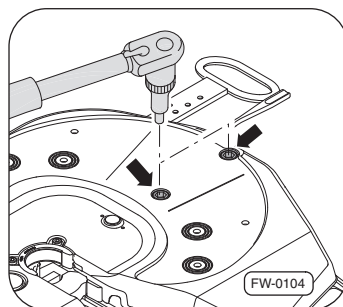

Рис. 24 · Демонтаж пластины седельно-сцепного устройства с крепления опорного подшипника
2. При помощи подходящего инструмента демонтируйте винты (4x) ⇒ рис. 24, –стрелка– крепления опорных подшипников и утилизируйте их.